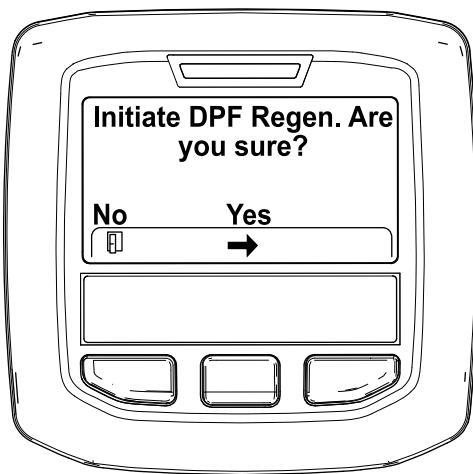

図 51
4. Initiating DPF Regen DPF 再生開始 Are you sure? というメッセージが表示されるので、中央ボタンを押す 図 51。